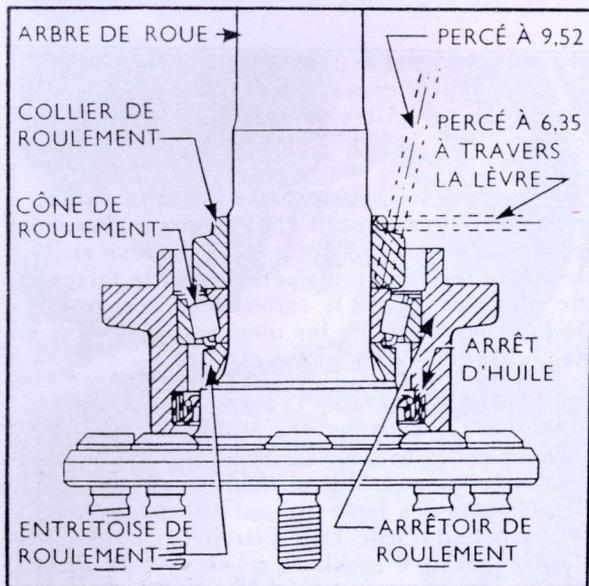

Fig. 6
- (i) Placer l'arbre horizontalement, deux des goujons de roues reposant sur un bloc de bois pour empêcher la rotation. Donner un coup de pointeau et percer dans la lèvre du collier verticalement avec un foret de 3,17mm pour l'avant-trou, puis un second de 6,35mm (fig.6). Percer avec précaution et s'arrêter quand le foret touche la face trempée de l'arbre, ce qu'on reconnaît à l'accélération de la perceuse.